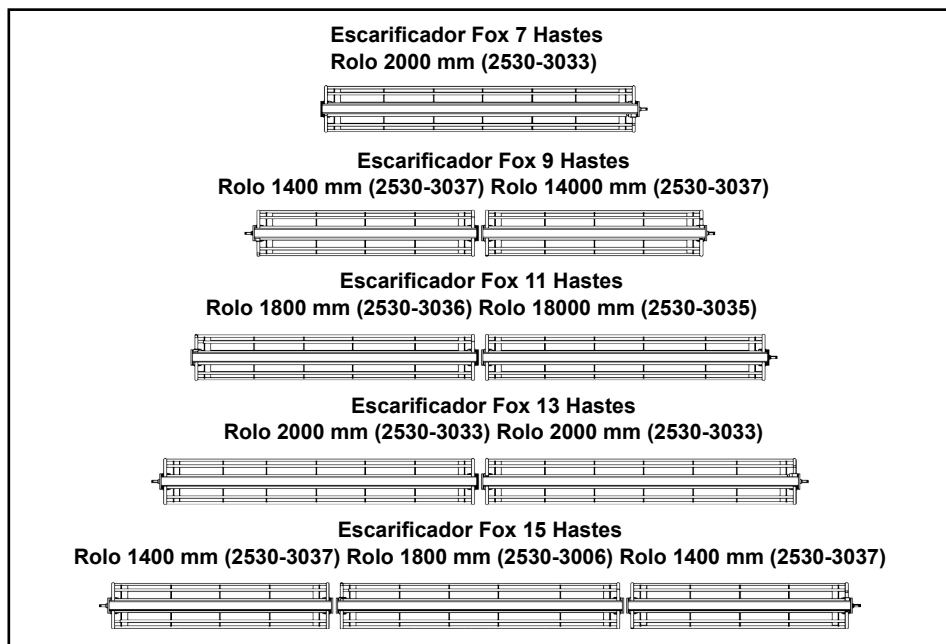

Figura 30
- 7º - Montagem dos rolos niveladores (Figura 30).